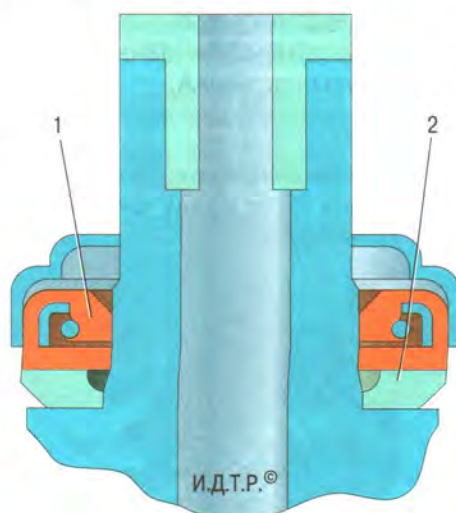

Рис. 6.10. Схема установки уплотнения карданного шарнира: 1 – уплотнительная манжета; 2 – опорное кольцо
18. Наденьте на цапфы крестовины уплотнительные манжеты 1 (рис. 6.10) до упора в опорные кольца 2. При этом пружины манжет должны быть обращены к центру крестовины. Установите грязеотражатели.